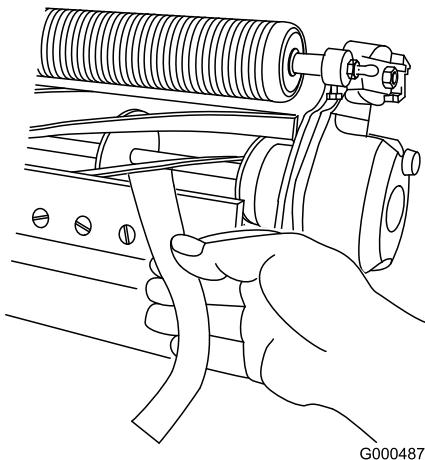

Figura 12
3. Pruebe el rendimiento de corte insertando una tira larga de papel de prueba del rendimiento de corte (Pieza Toro N° 125-5610) entre el molinete y la contracuchilla, perpendicular a la contracuchilla (Figura 12). Gire el molinete **lentamente** hacia adelante; debe cortar el papel.